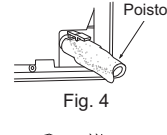

Fig. 4
- 5) Aseta poistoletku kokonaan sisäyksikön takana oikealla olevaan poistoastiaan (Fig. 4).
- 6) Aseta poistoletku seinäreiän holkkiin (C) ja ripusta sisäyksikön yläosa asennuslevyyn (1). Siirrä sitten sisäyksikkö kokonaan vasemmalle. Tämä helpottaa putkien asettamista yksikön taakse.